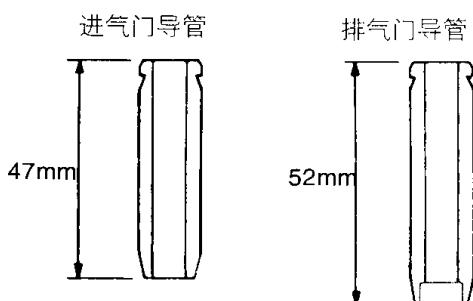

图 2-67 进气门导管与排气门导管
(2) 重新镗气门导管孔, 使其达到新的加大气门导管的外径尺寸。气门导管孔座加大尺寸 0.05mm 的直径为 13.050~13.068mm; 气门导管孔座加大尺寸 0.25mm 的直径为 13.250~13.268mm; 气门导管孔座加大尺寸 0.50mm 的直径为 13.500~13.518mm。注意: 不要装上与原来相同尺寸的气门导管。
(3) 用专用工具压入气门导管, 从气缸盖顶面压入。注意进气门导管的长度与排气门导管是不同的 (图 2-67), 因此安装时不要混淆, 应将它们安装在正确的位置。